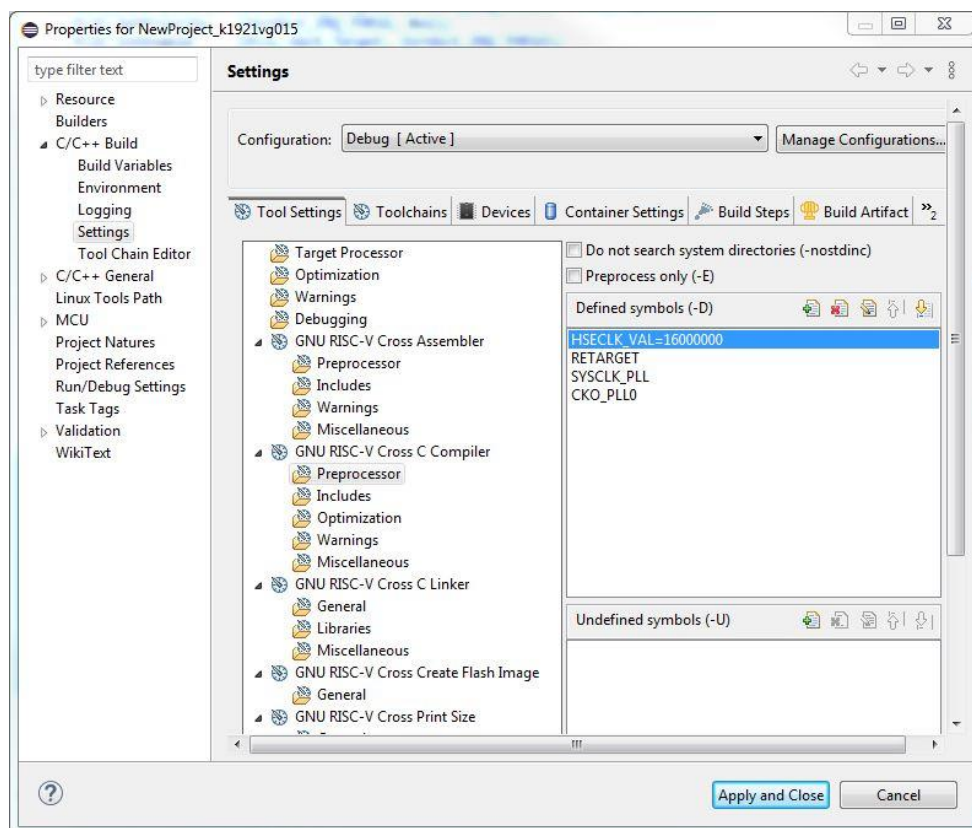

Рисунок 3.25 – Указание директив препроцессора
5. Указать директивы препроцессора (см. рисунок 3.25).
Для удобства работы с примерами можно пользоваться глобальными определениями в настройках каждого проекта (см. рисунок 3.25 «Указание директив препроцессора»). Глобальные определения учитываются в файле system_k1921vg015.c (для K1921VG015) при сборке проекта.